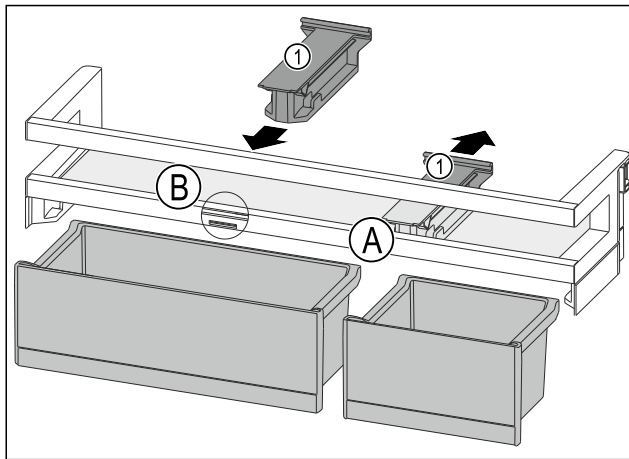

Fig. 114
- ▶ Кріпильний елемент Fig. 114 (1) у положенні Fig. 114 (A) витягніть рухом донизу.
- ▶ Кріпильний елемент Fig. 114 (1) вставте у положення Fig. 114 (B).